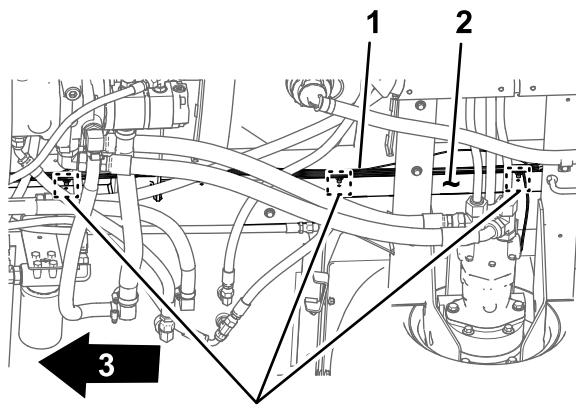

Рисунок 21
3. Снимите 3 вставных держателя, которые крепят задний жгут проводов к отверстиям в правой трубе рамы машины (Рисунок 21).